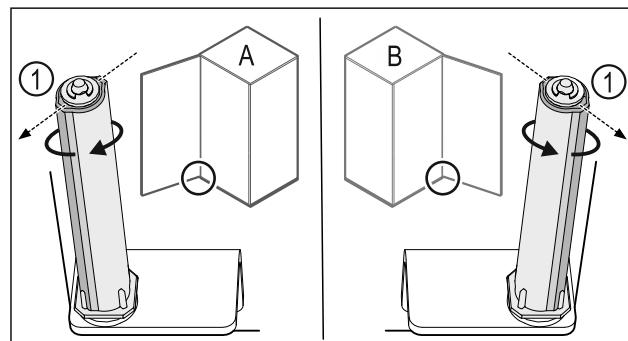

Fig. 54 Μεντεσέδες αριστερά (Α) / Μεντεσέδες δεξιά (Β)
- ▶ Περιστρέψτε το σύστημα κλεισμάτων κόντρα στην αντίσταση, μέχρι ο κορμός του συστήματος κλεισμάτων Fig. 54 (1) να είναι στραμμένος προς τα έξω.